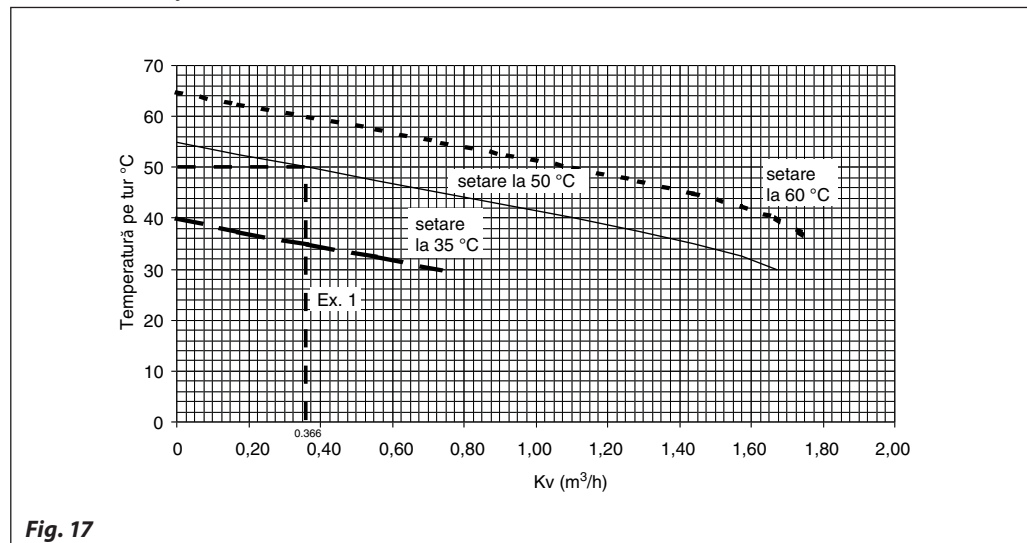

Fig. 17
- Când debitul proiectat a fost calculat, utilizați fig. 17 de la pagina 9.